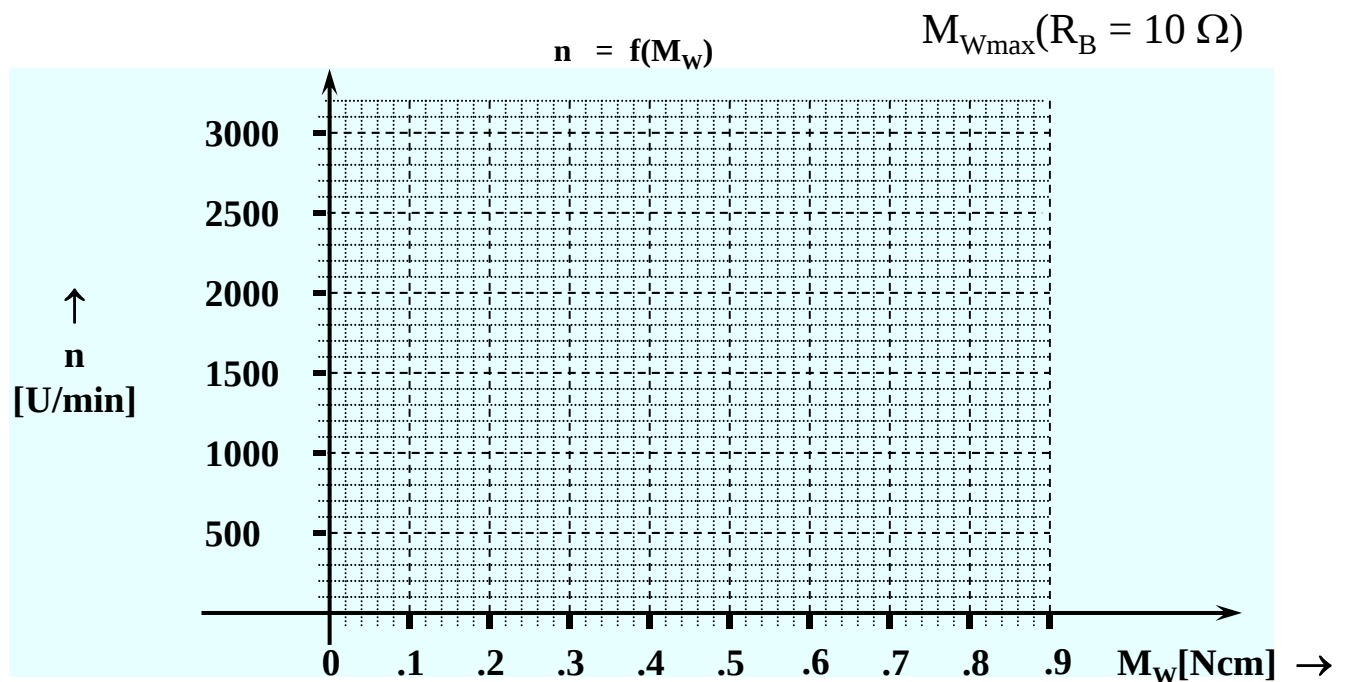

Bild 19: Nebenschlusscharakteristik $n = f(M_W)$ eines DC-Motors
- Tragen Sie in Bild 19 den Betriebspunkt $P(M_{Wmax}, n = n(M_{Wmax}))$ ein und ergänzen sie die Drehzahl-Drehmoment Kennlinie des DC-Motors! (Verlustfrei gilt: $P_{el} = P_{mech} = 2 \pi f M$)
Ist die Charakteristik des DC-Motors jetzt steifer geworden gegenüber Bild 19?